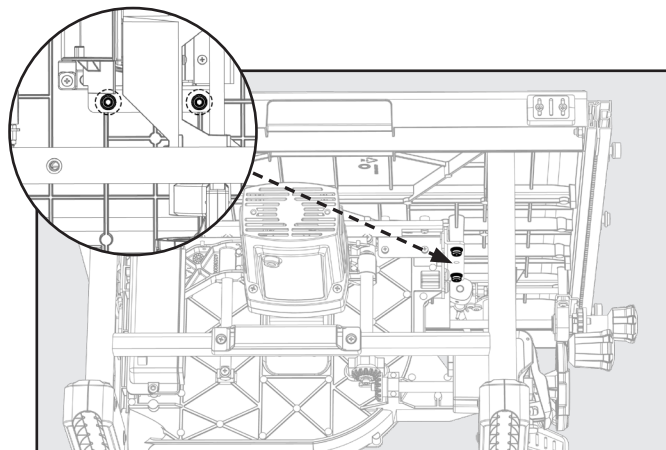

FIGURA 24
3. Con una llave hexagonal de 5mm, afloje media vuelta los pernos del muñón delantero, situados debajo del tablero de la mesa. Véase la Figura 24.